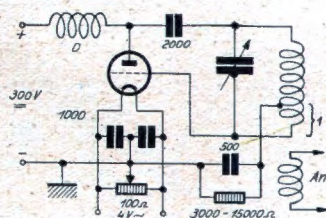

Abb. 5. Mit die häufigste Amateur-Sendeschaltung, der Hartley.
1. Der Hartley. Das charakteristische Merkmal dieser Anordnung ist der an der Spule abgegriffene Anodenkreis (Fig. 5). Der untere Teil der Spule liefert dabei die Rückkopplungsspannung an das Gitter, der der ganzen Spule parallelliegende Kondensator stimmt sowohl den Gitter- wie auch den Anodenkreis ab. Die Schwingungen setzen umso leichter ein, je kleiner der Durchgriff der Röhre ist und um so kleiner braucht auch der für Rückkopplung abgegriffene Teil 1 der Spule zu sein. Bei den üblichen Röhren liegt dieser Abgriff bei ungefähr einem Drittel der ganzen Spulenlänge.